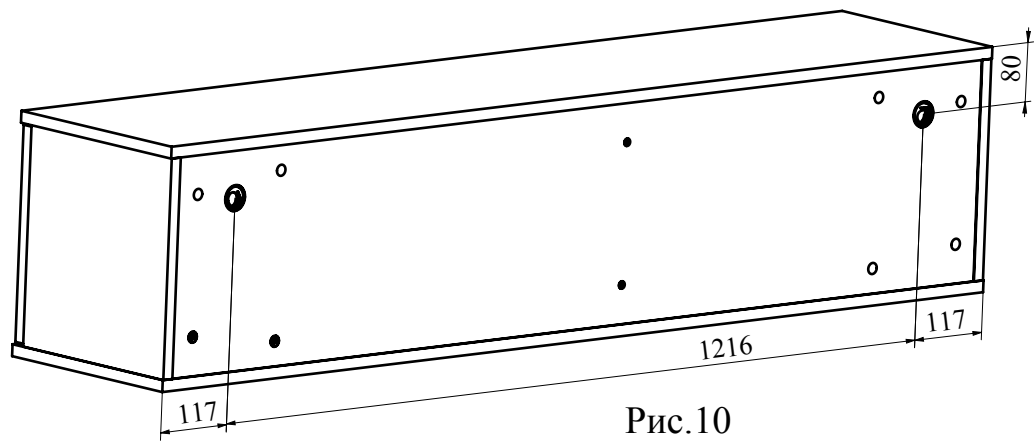

Рис.10
10. С помощью карандаша и рулетки разметьте стену согласно схеме (Рис. 10). Просверлите два отверстия под дюбель. Вбейте два дюбеля и вкрутите крючки для навесов.